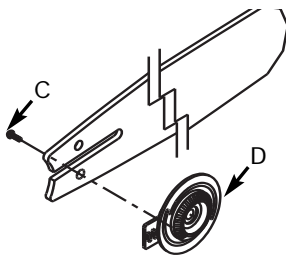

Fig. 19
5. Extraiga el tornillo (C) de la placa de tensión (D) para quitarlo de la barra antigua y fijelo a la nueva barra. (Fig. 19)